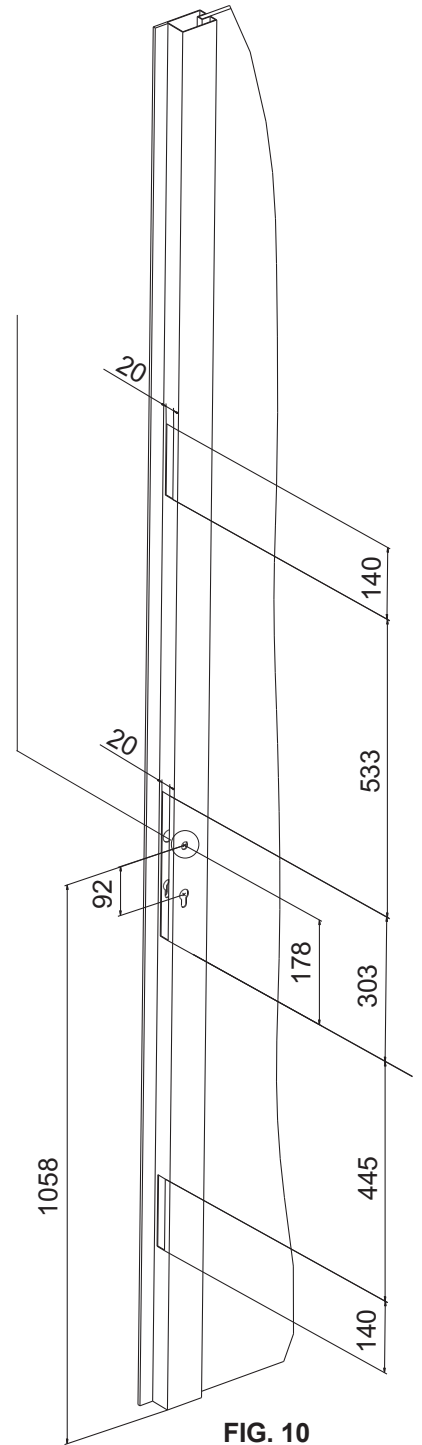

FIG. 10
a) Realice en el perfil las ranuras con las dimensiones indicadas en la Fig. 10.
Advertencia: Colocando el perno cuadrado de la manilla a 1.058 mm de la base inferior del perfil (según lo indicado en la Fig. 10), la altura de la barra antipánico desde el suelo estará comprendida entre 900 y 1.100 mm, según lo recomendado por la norma EN 1125:2008, y no será necesario cortar la parte inferior del elemento frontal.
Advertencia: Colocando el perno cuadrado de la manilla a 1.058 mm de la base inferior del perfil (según lo indicado en la Fig. 10), no será necesario cortar la parte inferior del elemento frontal.